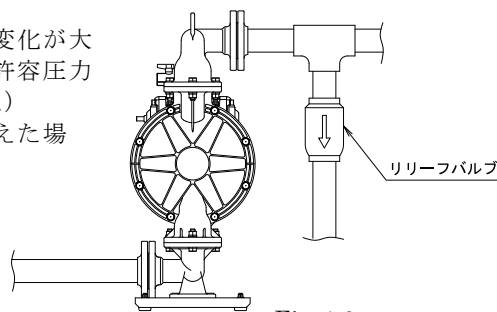

Fig. 4.2
- ・ポンプの設置場所の環境によって移送液体の体積変化が大きい場合は、吐出側にリリースバルブを取付けて許容圧力で開放するようにしてください。（Fig. 4.2参照）